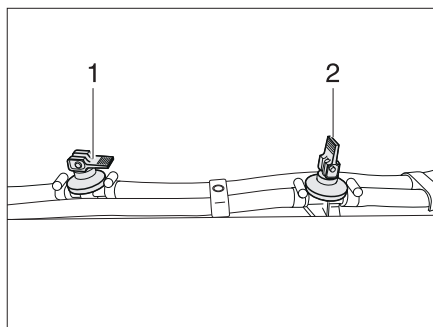

Bild 347 Avtappningskran
- Öppna alla avtappningskranar. Ställ vipparmen (i Bild 347,2) i lodrätt läge.